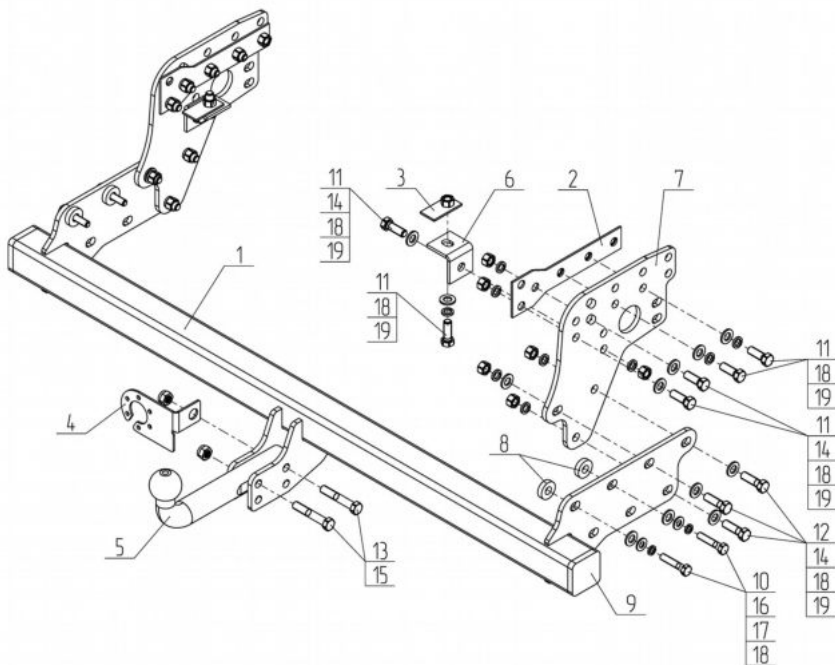

Рис.1.
- Для а/м с бампером, установите проставочные втулки поз.8, между кронштейнами бампера и кронштейнами ТСУ (см.рис.1);